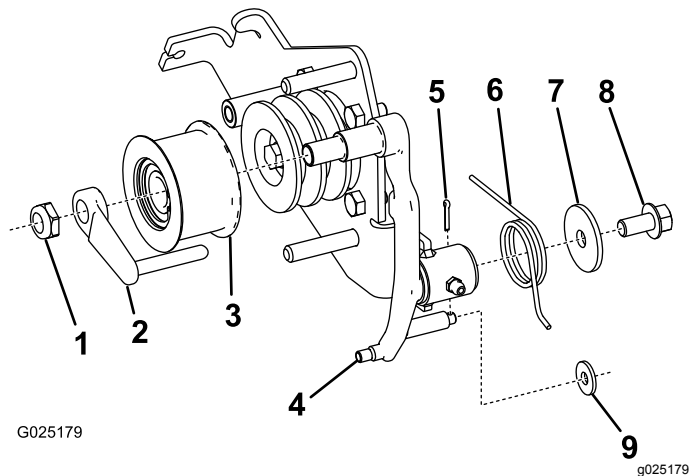

図 2
4. クラッチレバーから、トルクスプリング、ワッシャ、ボルト、ケーブルリンクを外す 図 2。
2. 新しいクラッチレバーに、先ほど外したトーションスプリング、ワッシャ、ボルトを取り付ける 図 2。